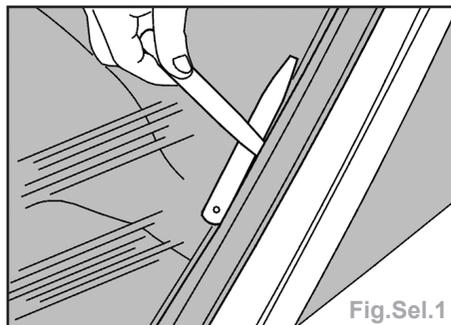

Fig.Sel.1
- Déposer les baguettes des montants AV et du toit (Fig.Sel.1).